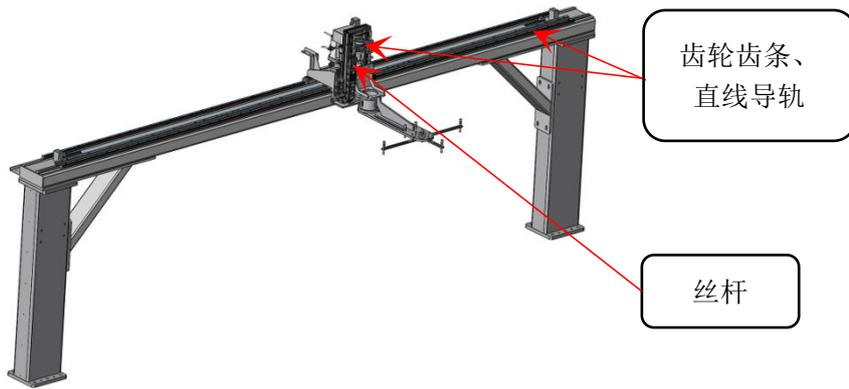

图 6.2.2
b. 对空 tray 盘取放机械手的直线导轨和齿轮齿条加注润滑油脂，如图 6.2.2 所示。